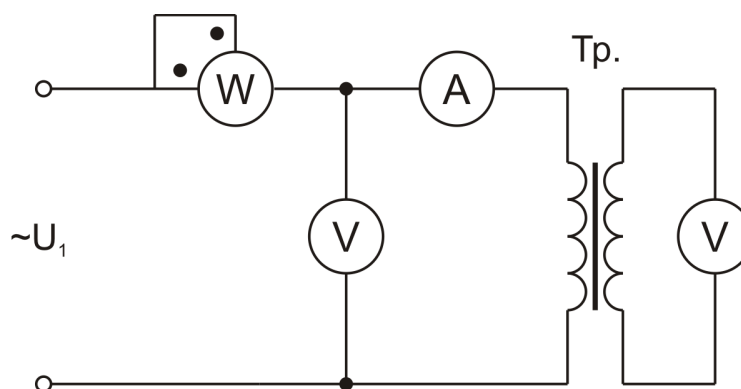

Рис. 3. . Схема проведения опыта холостого хода
**Опыт холостого хода** это такой режим работы трансформатора, при котором к первичной обмотке подведено напряжение, а вторичная обмотка разомкнута (рис. 3), при этом  $Z_{\text{НАГР}} = \infty$ ,  $I_2 = 0$ .